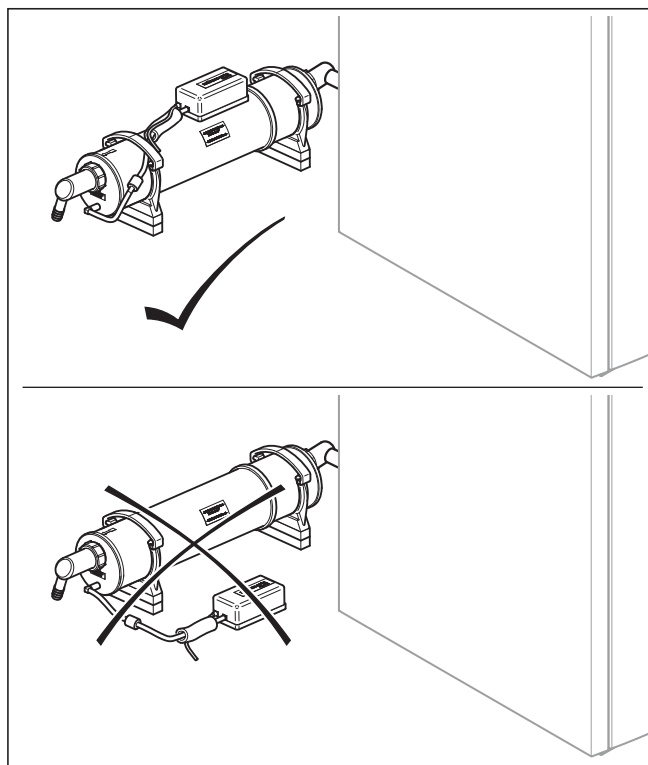

Abb. 3.3 Montage der Boosterpumpe
- Befestigen Sie die die Boosterpumpe auf der Neutralisationseinrichtung mittels Pilzkopf - Klettstreifen (→ **Abb. 3.3**).